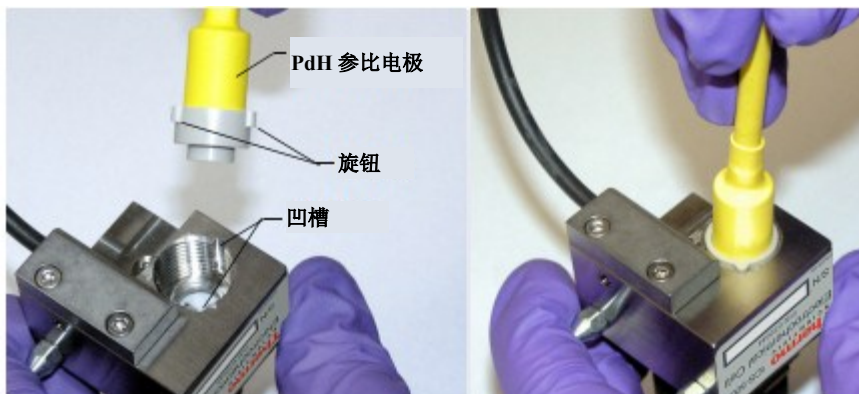

图 10-75. 将 PdH 参比电极接头插入参比电极孔
- 将接头与 PdH 参比电极的端部对齐，从而使接头上的旋钮与参比电极孔中的凹槽对齐（见图 10-75）。